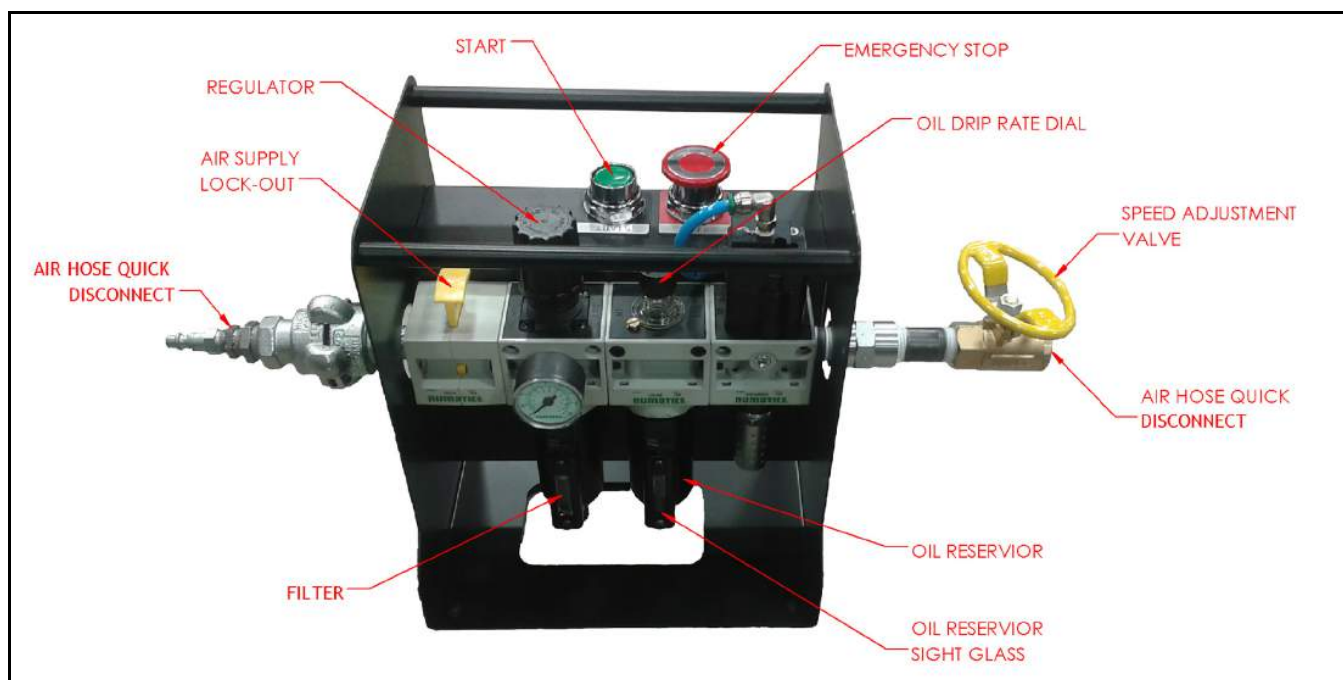

Рисунок 4-3. Органы управления пневматического модуля
1. Выполните эти действия на пневматическом модуле Air Caddy (изображенном на рис. 4-3):
- 5. Отрегулируйте скорость капания масла согласно необходимости (см. рис. 4-3).
3. Нажмите вентиль БЛОКИРОВКИ ПОДАЧИ ВОЗДУХА (AIR SUPPLY LOCK-OUT) вниз, чтобы закрыть его (см. рис. 4-3). Это приведет к устранению остаточного давления воздуха в контуре пневматического модуля Air Caddy.
1. Проверьте смотровое стекло бачка для масла в пневматическом агрегате Air Caddy (см. рис. 4-3 на стр. 25). Долейте при необходимости.
2. Убедитесь в том, что клапан блокировки подачи воздуха открыт (то есть вытянут вверх). См. рис. 4-3 на стр. 25.